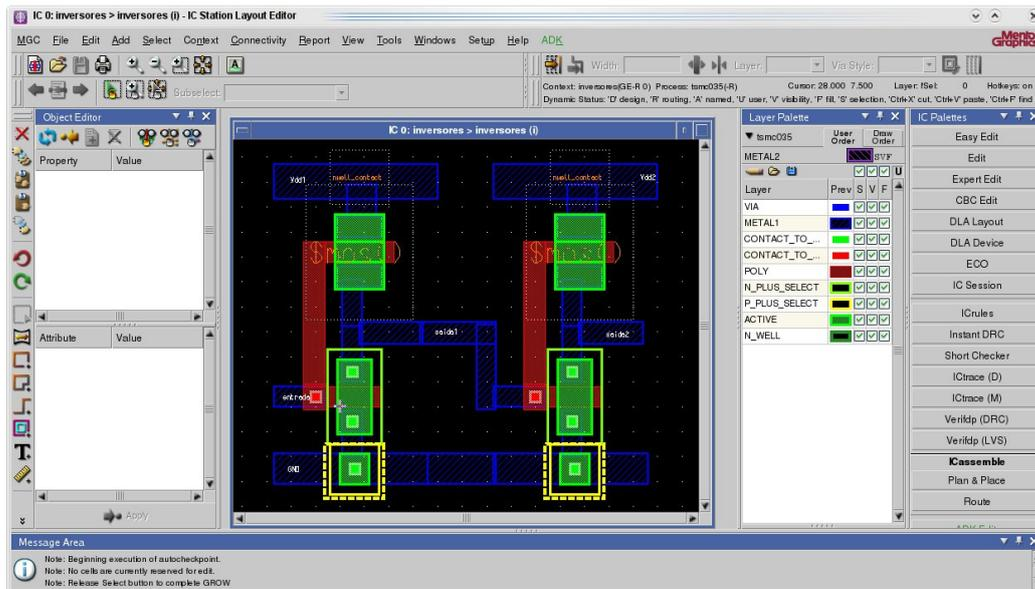

Figura 3. Cadeia de inversores com os labels
e) Neste ponto, sua figura deve estar semelhante à da Figura 3. Faça uma cópia da em formato TIFF. Salve o seu desenho.